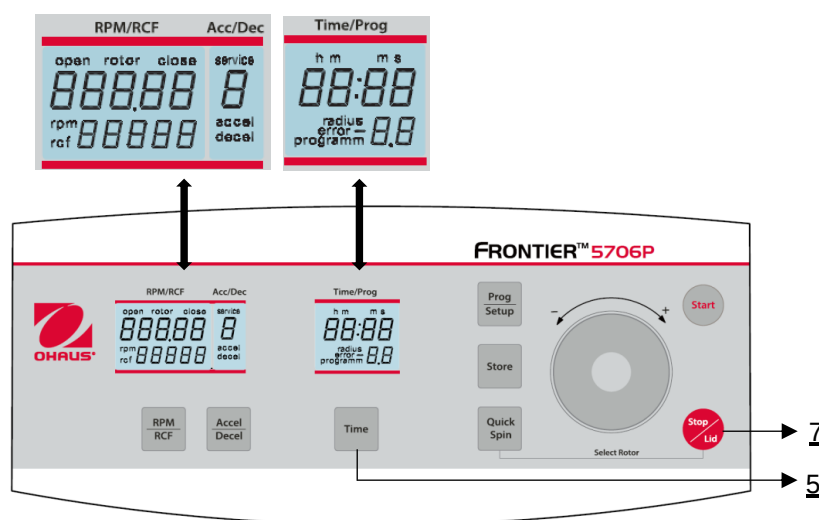

Figure 28
Ouvrir le couvercle de la centrifugeuse et couper l'interrupteur principal. Rallumer ensuite l'interrupteur principal. Pendant environ 3 secondes, l'écran affiche "5706P" ainsi que la version actuelle du logiciel. Pendant ce temps, appuyez simultanément sur les touches **"Time"** (5) et **"Stop/Lid"** (7). Un test d'affichage est alors effectué pendant environ 3 secondes. Tous les indicateurs s'affichent en même temps (voir figure 28).